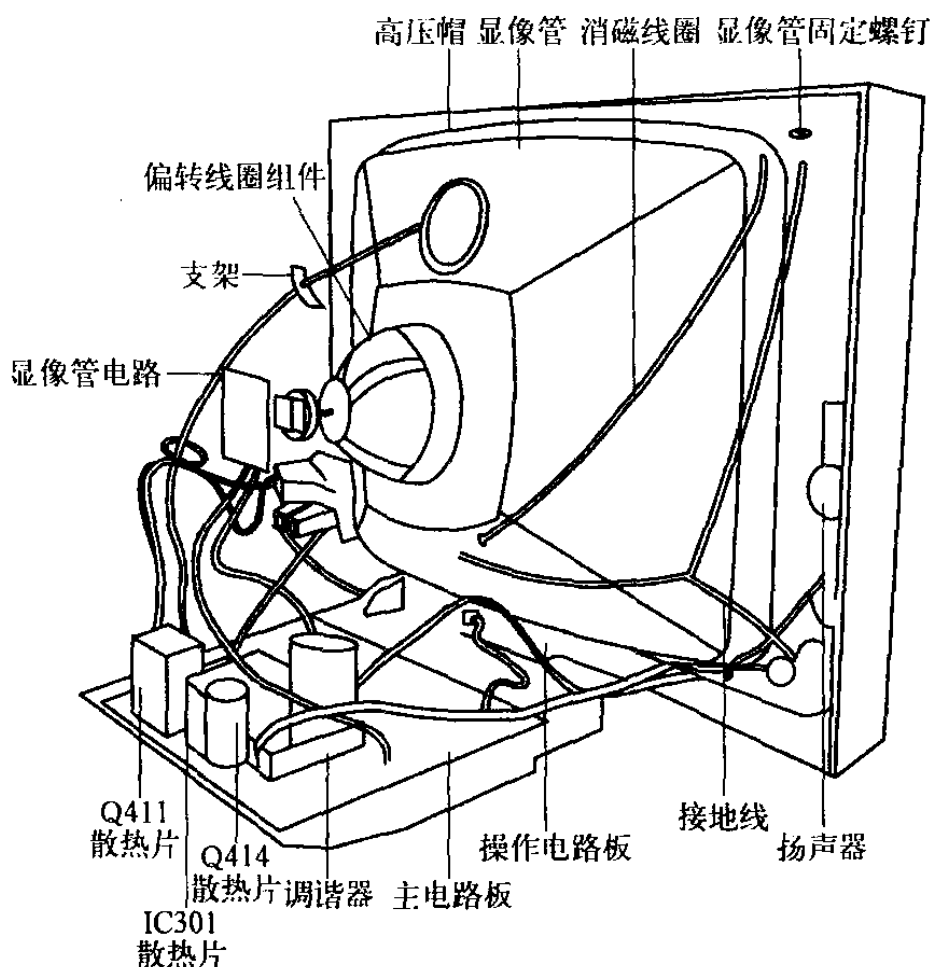

图 1-1 彩色电视机的显像管及相关部件
(1) 显像管及相关部件
① 打开彩色电视机的机盖,首先看到的是彩色电视机的显像管,其外形如图 1-1 所示。显像管的作用是显示图像,它是电视机中最重要的器件之一。